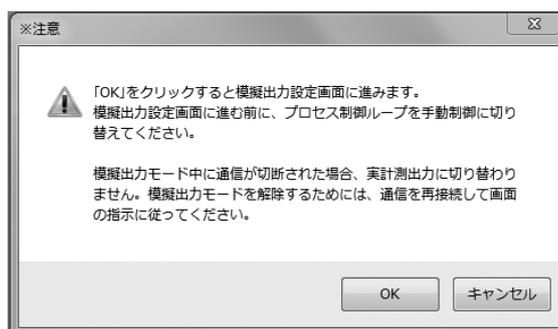

図131
- ① メニューの「Diagnosis/Service(T)」>「Loop test」>「Fix Status output」をクリックするとメッセージボックス(図131)が表示されますので、プロセス制御ループを手動に切り替えた事を確認してから、「OK」ボタンをクリックしてください。